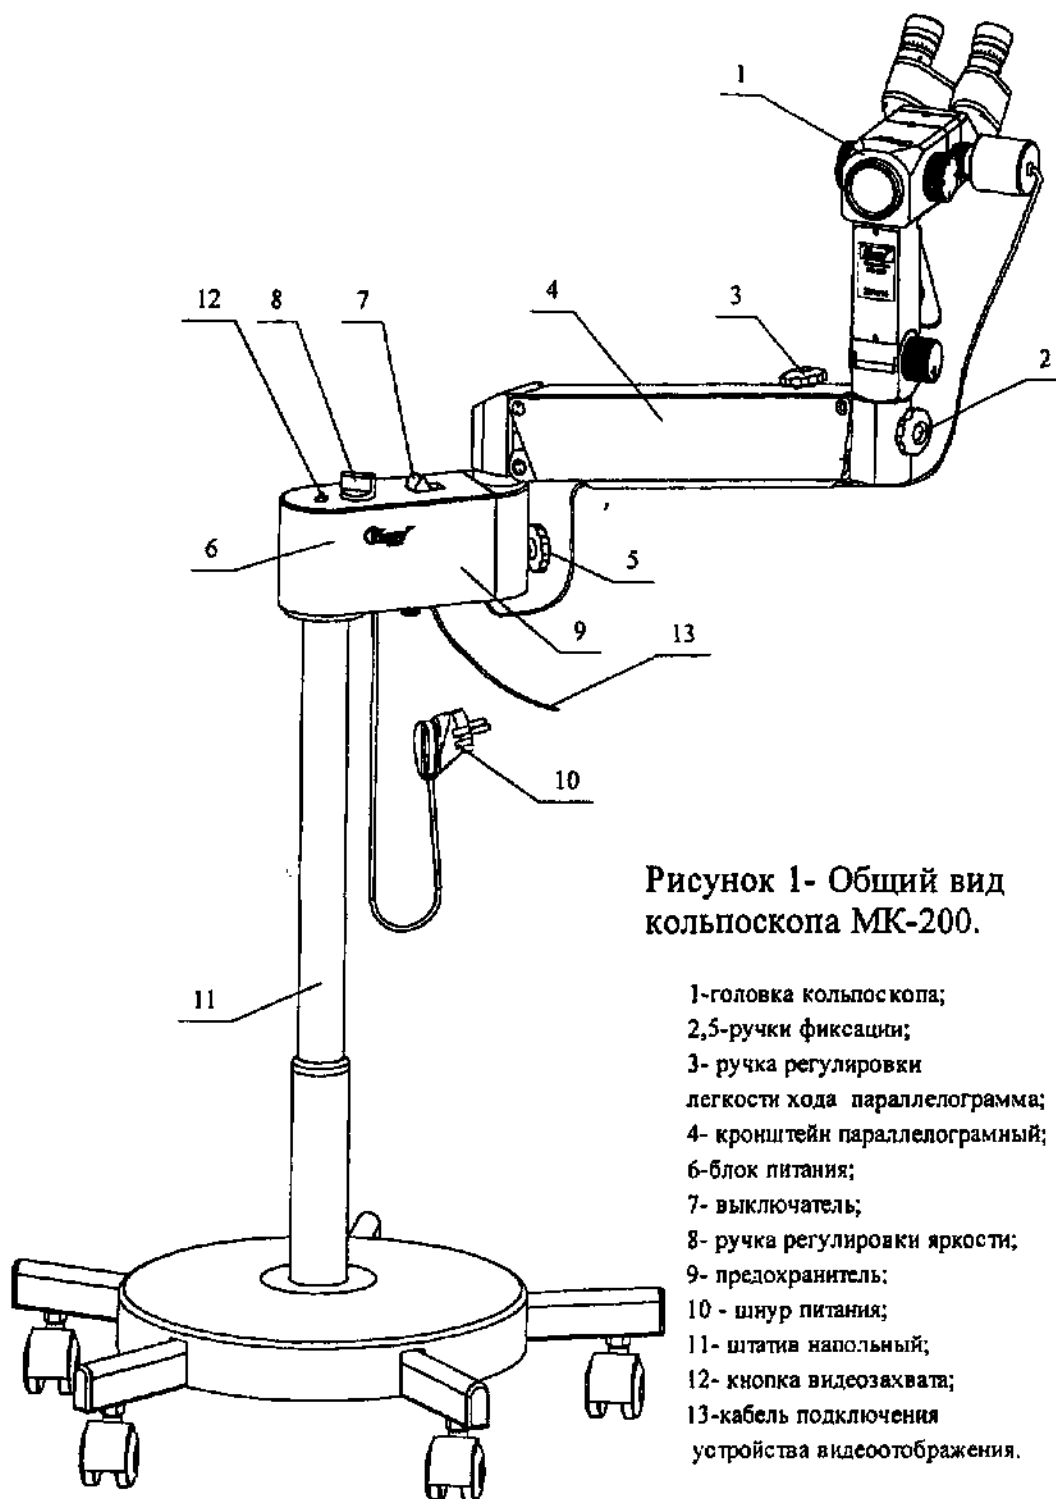
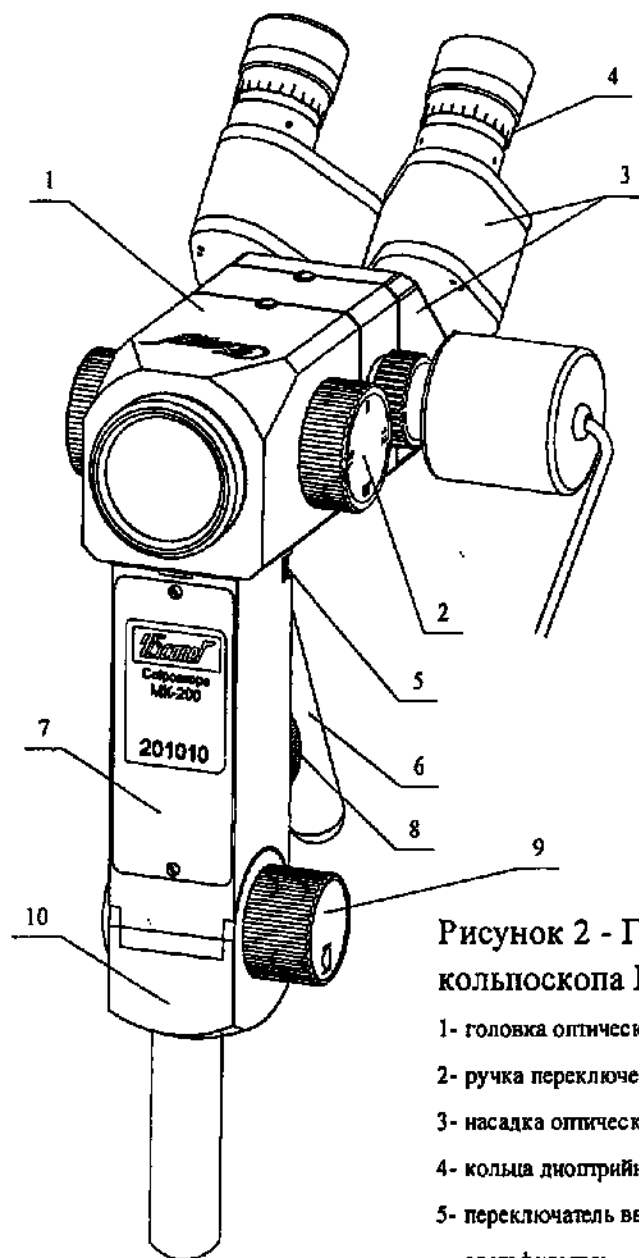

Рисунок 1- Общий вид
Рисунок 2 - Головка
4.1 Кольпоскоп (рисунок 1) состоит из головки кольпоскопа 1, кронштейна параллелограмного 4, блока питания 6 и штатива напольного 11.
Головка кольпоскопа (рисунок 2) состоит из головки оптической 1, видеосистемы 11, насадки оптической 3, блока коаксиального осветителя 7 и кронштейна 10.
В головке оптической 1 (рисунок 2) смонтирован барабан трехступенчатой смены увеличений (системы Галлилея) и объектив. Насадка оптическая 3 состоит из линзово-призменного блока с окулярами и механизма изменения межзрачкового расстояния в пределах от 56 до 74 мм.
Изменение положения головки кольпоскопа 1 (см. рисунок 1) по вертикали осуществляется подвижкой кронштейна параллелограмного 4, фиксация перемещения которого и регулировка легкости его хода осуществляется ручкой 3. Поворот оптической головки 1 вокруг вертикальных осей осуществляется относительно кронштейна параллелограмного 4 и блока питания 6, а фиксация в установленном положении - ручками 2 и 5. Наклон оптической головки в вертикальной плоскости осуществляется посредством ручки 6 (рисунок 2), а регулировка легкости хода - ручкой 9.